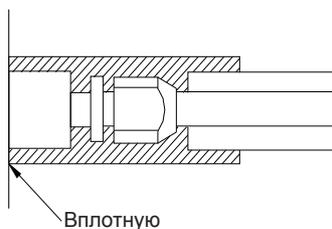

Рис. 19
- б. Стыки трубных соединений внутреннего блока должны быть плотно замотаны слоем изоляционного материала как показано на рис. 19; наличие воздушных пузырей в месте стыка не допускается.